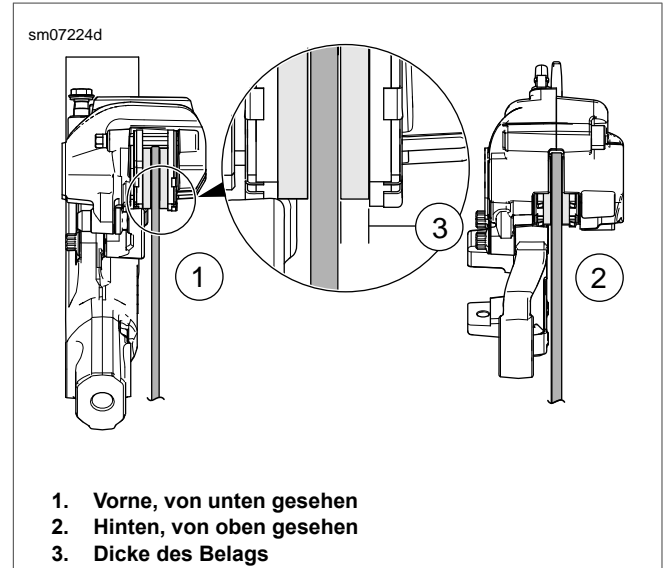

Abbildung 45. XL-Bremsbelagstärke
2. Siehe Abbildung 45. Mit einem dünnen Kunststofflineal die Dicke des Reibbelagmaterials im Bremssattel messen. Für die Hinterradbremse das Lineal durch den Zwischenraum entlang der Bremssattelseite hindurch an die Bremsscheibe halten.